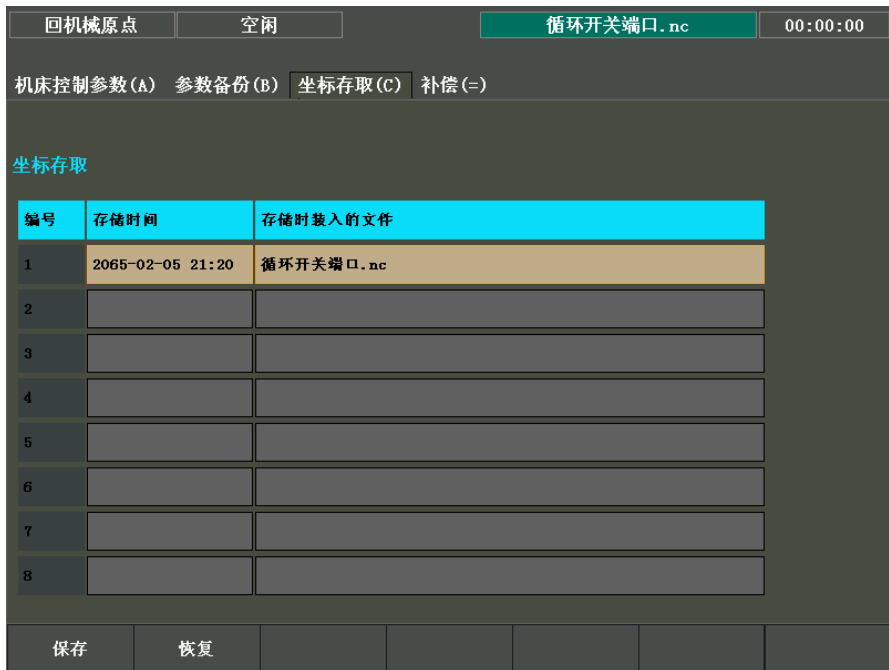

图 3-75 坐标存取直接面
【参数】功能区中【坐标存取 (C)】子界面如图 3-75 所示。